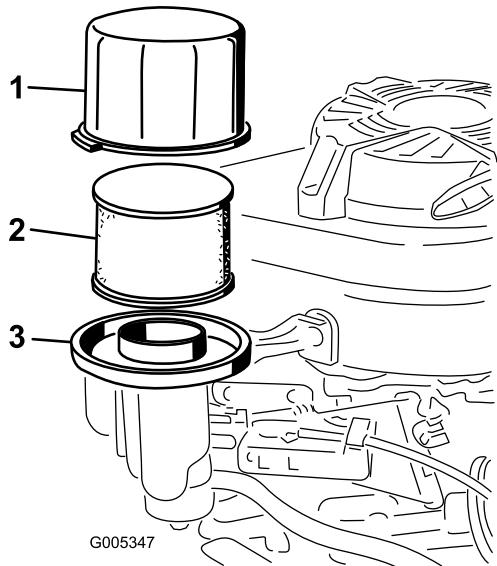

Figura 21
3. Retire la tapa y límpiala a fondo (Figura 21).
4. Retire e inspeccione el filtro de aire de papel (Figura 21), y deséchelo si está excesivamente sucio.
5. Retire el pre-limiador de gomaespuma y lávolo con un detergente suave y agua, luego séquelo apretando suavemente con un paño (Figura 21).